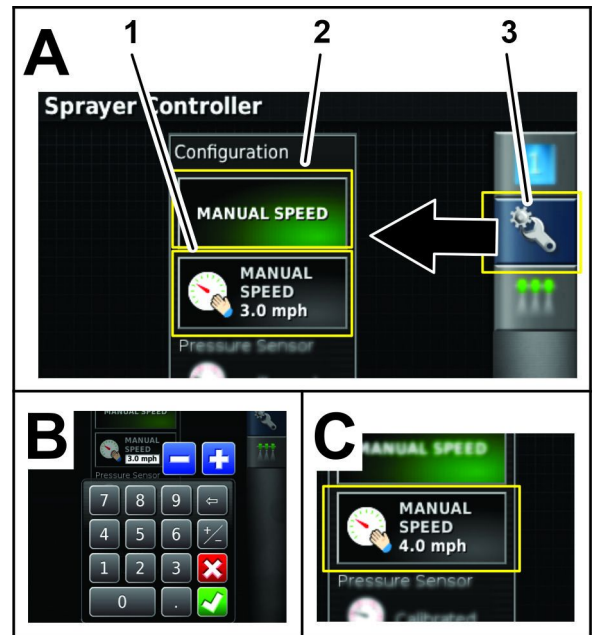

図 179
6. 手動速度アイコンを押す 図 179。
7. 手動速度入力アイコンを押す 図 179。
8. 画面内キーパッドから散布シミュレーション速度を入力し、承認アイコンを押す 図 179。